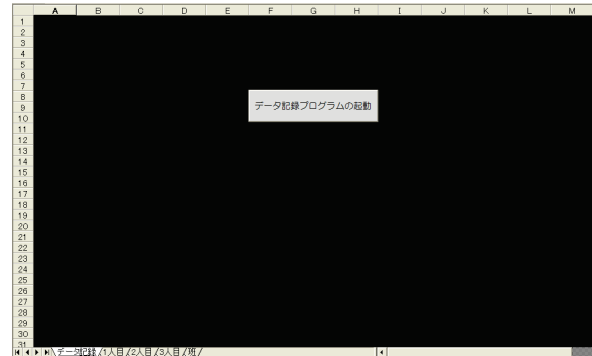

図 1:「データ記録」シート
- シート [データ記録] を選択し、「データ記録プログラムの起動」ボタンを押す(図 1)。